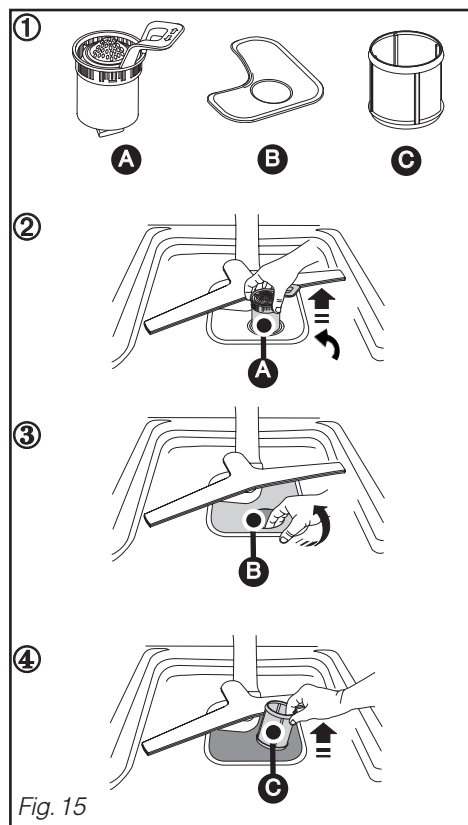
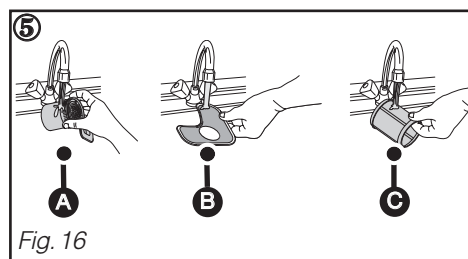

Fig. 15
Fig. 16
- ① Avant le démontage des filtres, retirez les déchets posés sur le grand filtre principal Ⓑ à l'aide d'une éponge pour éviter que ces déchets ne bouchent les bras d'aspersion. Orientez le moulinet comme sur le dessin. (Fig. 15)
- ② Dévissez d'un quart de tour le filtre à déchets puis le retirer Ⓐ .
- ③ Retirez le filtre principal Ⓑ .
- ④ Retirez le tamis micro filtre Ⓒ .
- ⑤ Nettoyez soigneusement les filtres Ⓐ , Ⓑ et Ⓒ sous l'eau courante. (Fig. 16).